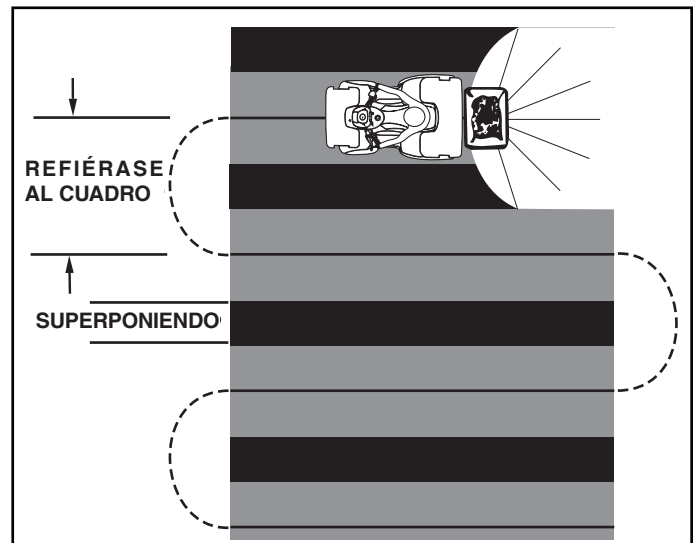

FIGURA 13
8. Para garantizar un cubrimiento uniforme, realice cada pasada superponiendo ligeramente el patrón de lanzamiento de la pasada anterior, según se muestra en la figura 13. Los anchos aproximados de lanzamiento para los diferentes materiales, se muestran en el cuadro de aplicación en esta página.